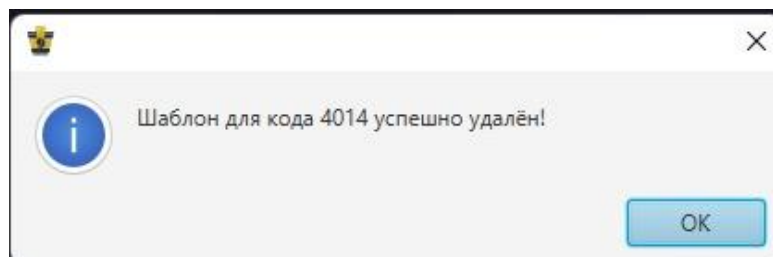

**Рисунок 2.12 – Модальное окно об успешном редактировании**
- 4) получить уведомление об успешном редактировании (рисунок 2.12).